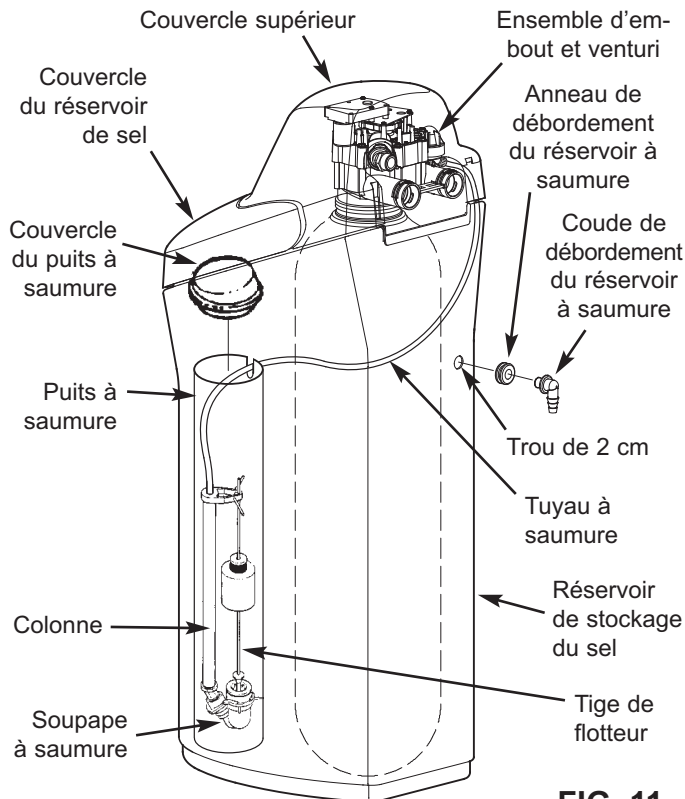

FIG. 11
1. Les modèles North Star sont assemblés à l'usine. Lors de l'installation, dégagez et enlevez le couvercle supérieur, ensemble avec le couvercle du réservoir de sel, pour exposer la soupape de l'adoucisseur. Placez-la de côté pour éviter de l'endommager. Vérifiez que le puits à saumure est bien fixé et vertical (consultez la figure 11).